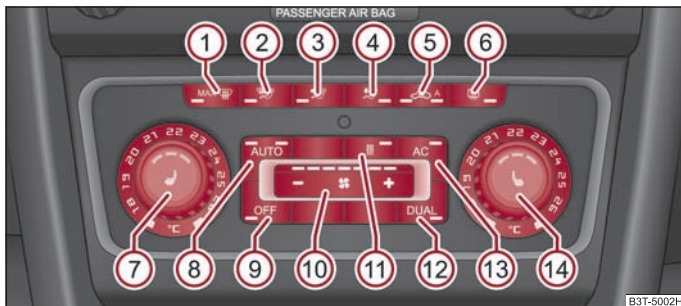

Fig. 122 Climatronic: Elementos de mando
- Pulse la tecla  ⇒ fig. 122.
- Si se empaña el parabrisas, pulse la tecla **(MAX/TEMP)** **(1)** ⇒ página 116, fig. 122. Cuando el parabrisas se haya desempañado, pulse la tecla **(AUTO)**.
- Pulse la tecla  ⇒ página 116, fig. 122.